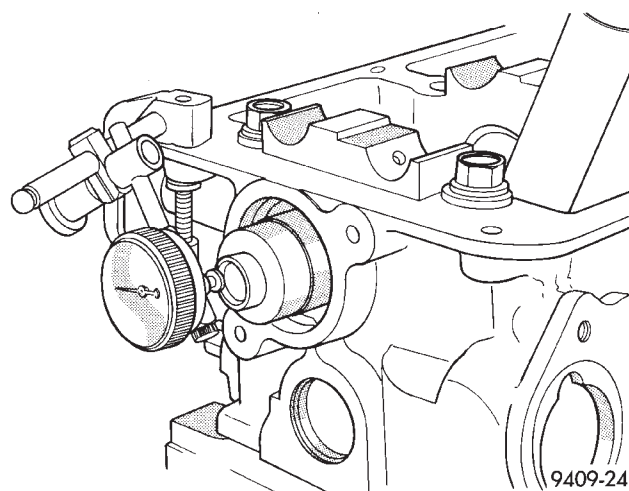

Fig. 52 Juego longitudinal del árbol de levas
(1) Engrase los gorriones del árbol de levas e instale el árbol de levas sin los conjuntos de balancín.
(2) Con la herramienta adecuada, desplace el árbol de levas hacia atrás, tanto como su recorrido lo permita.
(3) Coloque en cero el indicador de cuadrante (Fig. 52).
(4) Desplace el árbol de levas hacia adelante, tanto como su recorrido lo permita.
(5) Recorrido de juego longitudinal: 0,1 - 0,2 mm (0,004 - 0,008 pulg.). Recorrido máximo: 0,4 mm (0,016 pulg.).